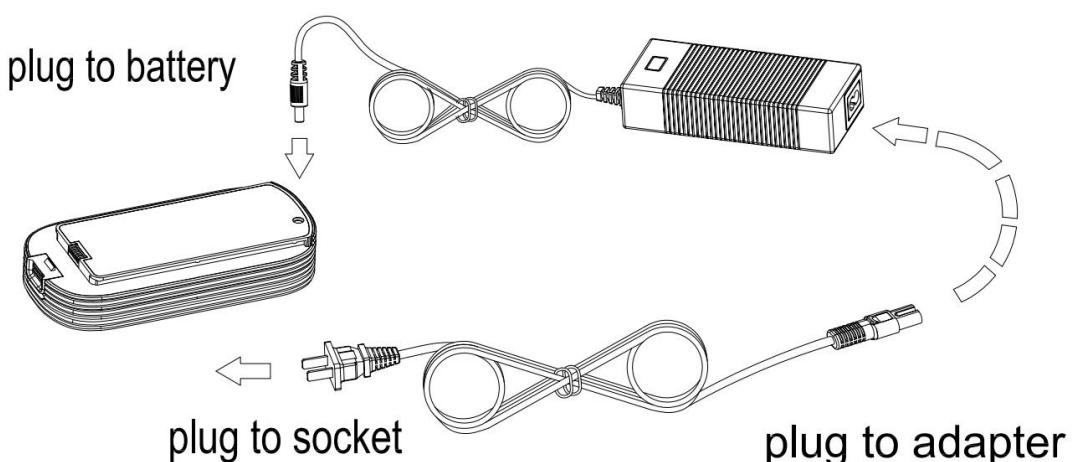

Figure 7 - Schéma de charge séparée de la batterie
- ① Comme indiqué dans la figure 7, connectez l'adaptateur CA pour charger la batterie;
- ② Retirez la batterie selon la méthode indiquée dans la figure 3, puis connectez l'adaptateur CA pour charger la batterie selon la figure 7.